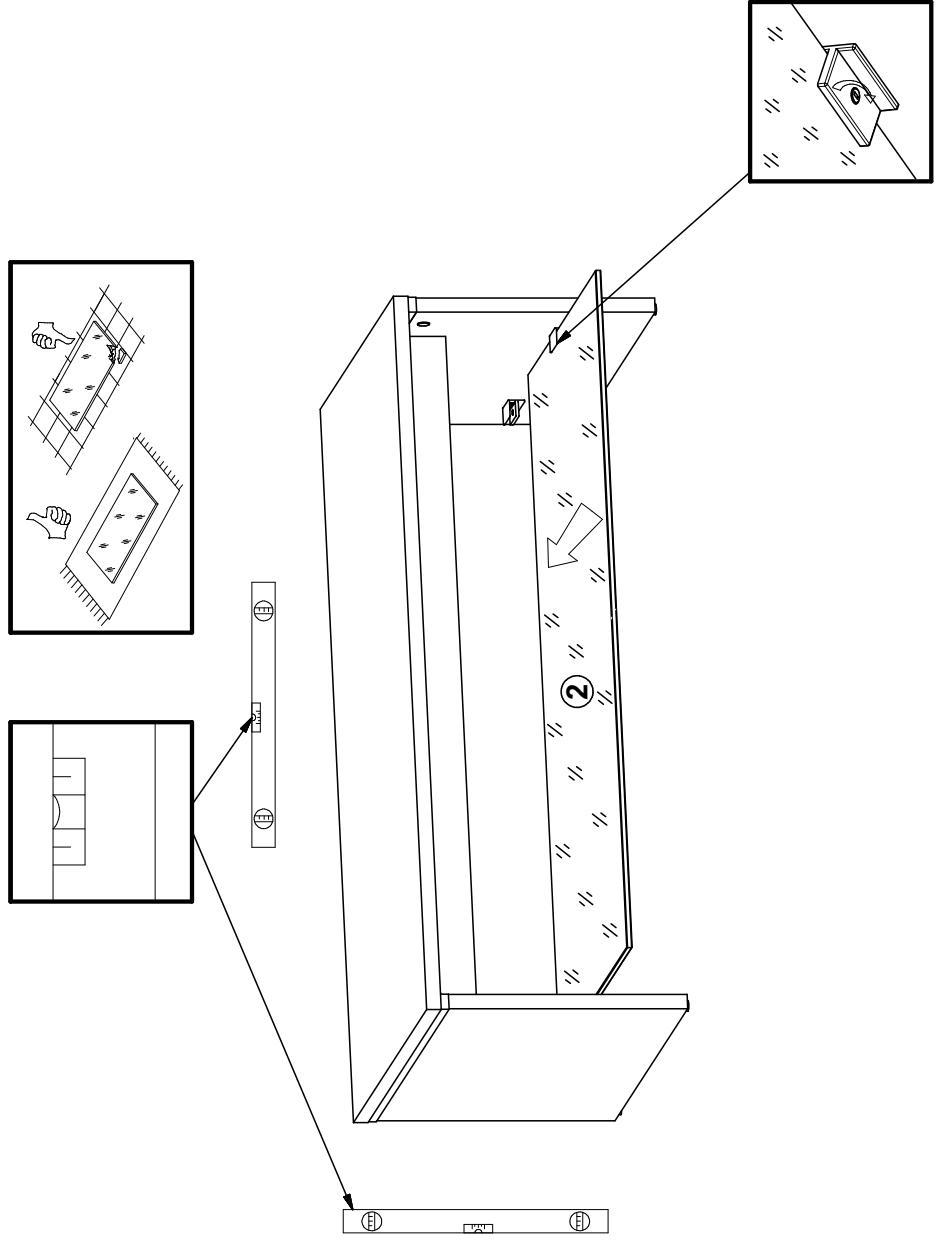

Рисунок 4
- Вставить полку стеклянную **2** в полодержатель **d29**, и зафиксировать ее с помощью винта полодержателя (см.рис. 4).